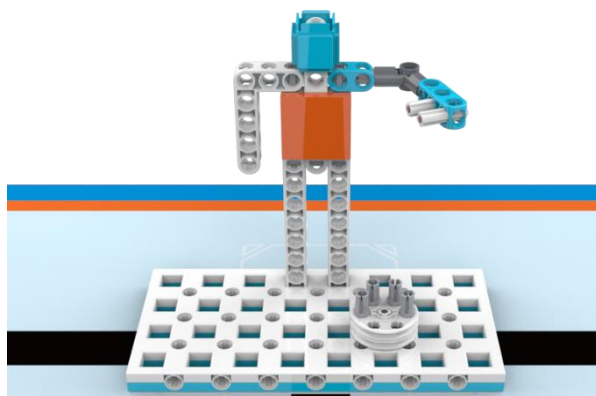

图 10 初始状态
3.5.1 场地某个任务区固定一会旗交接区，下一届举办地代表正在等待会旗交接，如图 10。